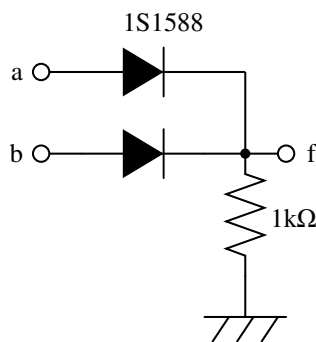

図 9-1 ダイオード論理回路 1
- 1) 図 9-1 の回路を製作せよ．次に，入力端子 a, b に種々の電圧を加えたときの出力端子 f の電圧をマルチメータで測定することにより，動作特性表を完成せよ．また，この表より，正論理に対応した真理値表を完成して，この回路の論理動作を検討せよ．